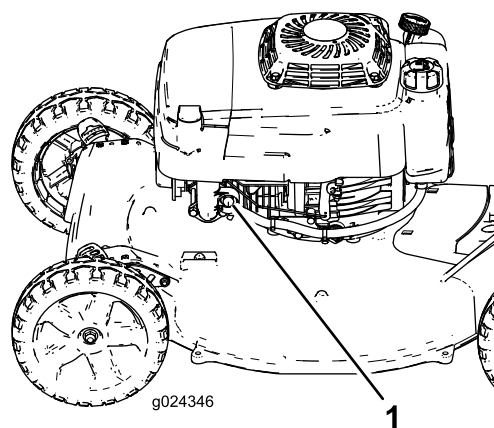

Figura 14
2. Premete con decisione l'iniettore (Figura 14), tenendo la lampada dell'iniettore per 1 secondo.